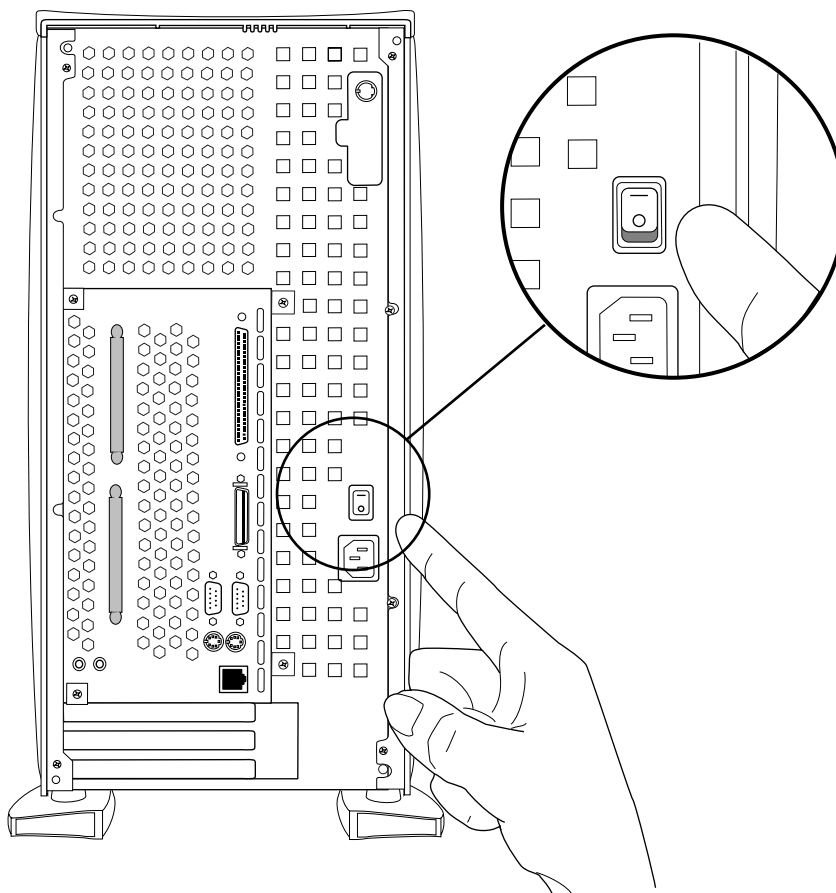

Figure 4-2 Mise sous tension à l'aide du commutateur principal d'alimentation
1. A l'arrière du système, basculez le commutateur d'alimentation sur la position de mise sous tension, comme indiqué à la Figure 4-2.